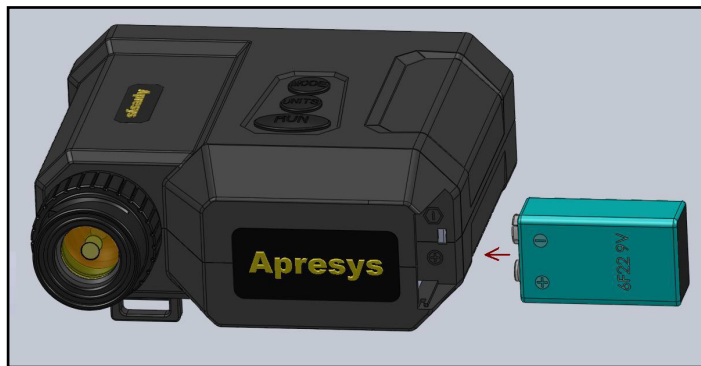

图2.1
1. 按正确方法装上电池，按“RUN”按钮约2秒钟开机启动，屏幕显示上次断电时的测量模式。测距仪共有3个按钮：“RUN”按钮、“MODE”按钮、“UNITS”按钮，各按钮点按和长按会产生不同的操作功效，操作极为方便。（如图2.1所示）